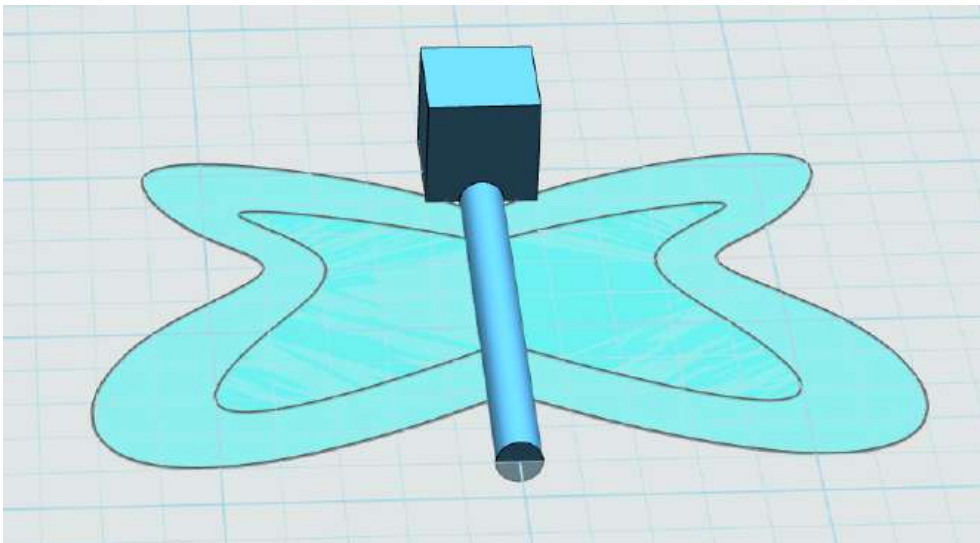

图 1-7
Step 7 点击确定，退出草图编辑状态，如下图 1-7 所示：